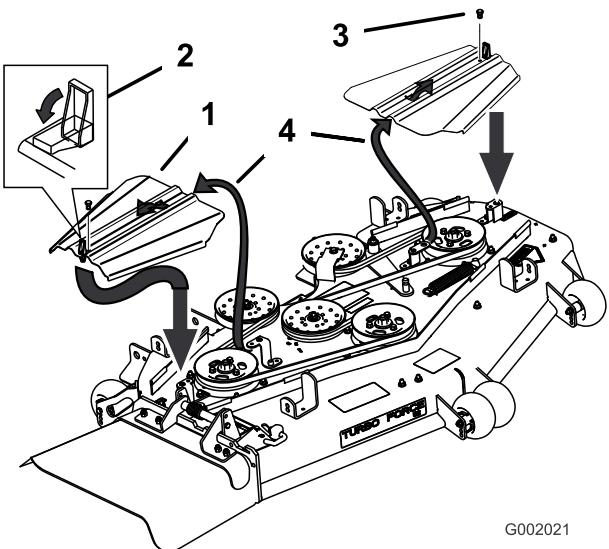
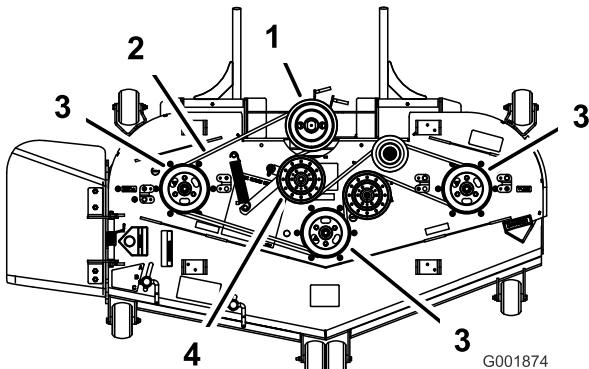
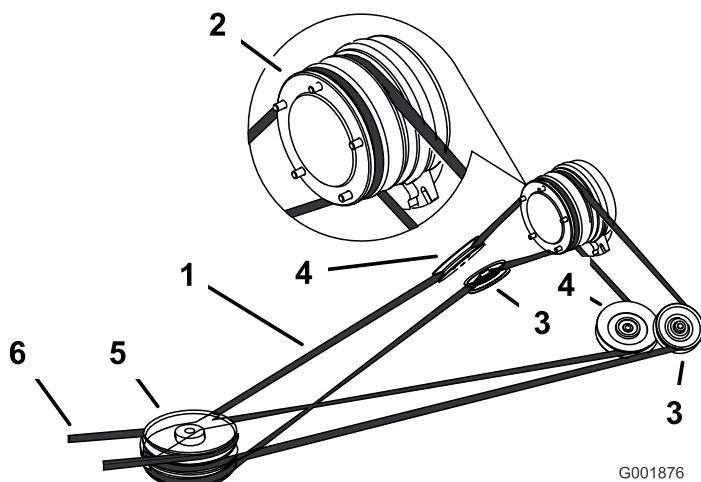

Figura 59
Figura 60
Figura 62
3. Togliete le viti e i copricinghia (Figura 59).
5. Togliete la cinghia del tosaerba dalle pulegge e dalla puleggia superiore delle tre pulegge sovrapposte (Figura 59 e Figura 60).
6. Montate la nuova cinghia attorno alle pulegge del tosaerba ed alla puleggia superiore delle tre pulegge sovrapposte (Figura 59 e Figura 60).
7. Tirate il braccio di tensione a molla per allentare la tensione della cinghia, ed allineate la cinghia del tosaerba sulla puleggia tendicinghia (Figura 60).
8. Montate i copricinghia inserendo le lingue nelle fessure. Montate il coperchio e chiudete i fermi (Figura 59).
- 4. Tirate la puleggia tendicinghia a molla, per allentare la tensione della cinghia (Figura 62).
- 5. Togliete la cinghia del tosaerba dalla puleggia superiore delle tre pulegge sovrapposte (Figura 60 e Figura 62).
- 7. Montate la nuova cinghia di trasmissione attorno alla puleggia della frizione, alle pulegge tendicinghia regolabili, alla puleggia tendicinghia a molla ed alle tre pulegge impilate anteriori (Figura 62).
- 9. Montate la cinghia del tosaerba attorno alle pulegge ed alla puleggia superiore delle tre pulegge sovrapposte (Figura 60 e Figura 62).